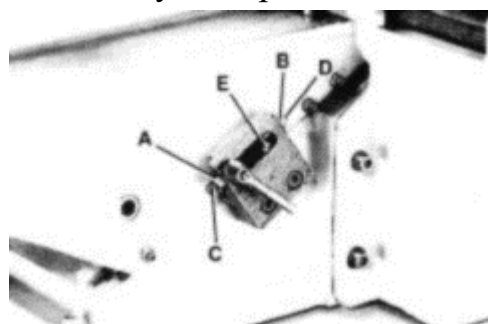

Рис. 26 Неподвижные упоры рабочего стола
2. Ослабьте две контргайки (A) и (B), Рис. 26, и поверните регулировочные винты (C) и (D), расположенные в задней части подающего стола, должным образом. Совет - установите верхний неподвижный упор (D) напротив шпильки (E) для чистовой обработки или окончательной резки. Это означает, что Вы сможете быстро настроить подающий стол для чистовой обработки или окончательной резки без проверки шкалы и указателя. Кроме того, при желании нижний неподвижный упор (C) можно установить напротив шпильки (E) на максимальной глубине резки.
3. После регулировки затяните контргайки (A) и (B), Рис. 26.